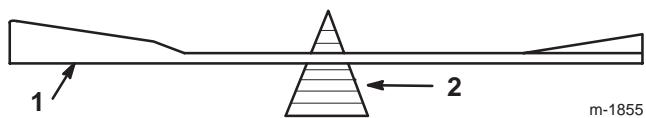

Figure 37
2. Vérifiez l'équilibre de chaque lame en la plaçant sur un équilibrEUR (Fig. 37). Si la lame reste horizontale, elle est équilibrée et peut être utilisée. Si la lame est déséquilibrée, limez un peu le dos de la lame. Répétez la procédure jusqu'à ce que toutes les lames soient équilibrées.